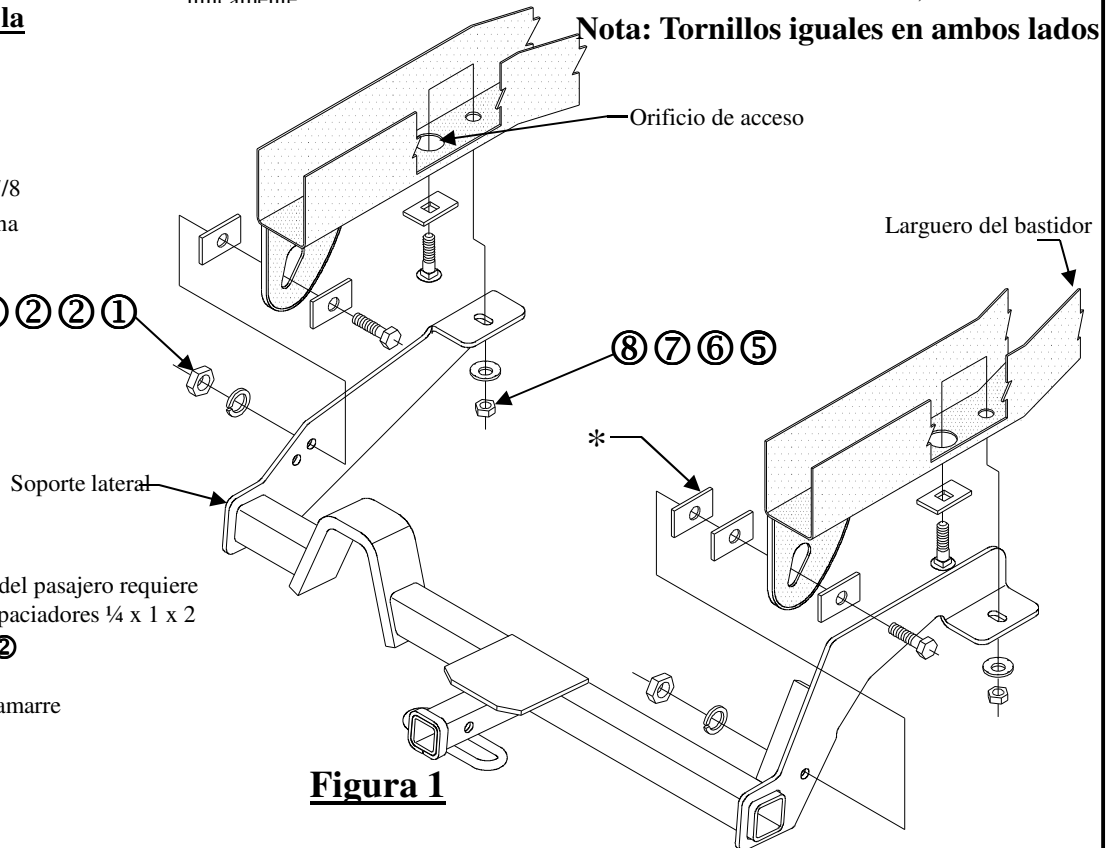

Figura 1
①	Cant. (2)	Perno hexagonal 1/2-13 x 2-1/4 GR5	⑤	Cant. (2)	Perno de carruaje 7/16-14 x 1-1/2 GR5
②	Cant. (5)	Espaciador 1/4 X 1 X 2	⑥	Cant. (2)	Espaciador 1/4 X 1 X 3
③	Cant. (2)	Arandela de bloqueo 1/2	⑦	Cant. (2)	Arandela cónica dentada 7/16
④	Cant. (2)	Tuerca hexagonal 1/2-13	⑧	Cant. (2)	Tuerca hexagonal, 7/16-14
- Retire los cuatro (4) tapones plásticos de la base de los largueros del bastidor. Inserte los pernos de carruaje y los pernos a través del orificio de acceso en la base del bastidor como se muestra en la Figura 1.
- Levante el enganche a su posición. Instale sin apretar las tuercas hexagonales y las arandelas cónicas dentadas en los sujetadores más delanteros. Instale los pernos hexagonales y bloques inferiores como se muestra en la Figura 1.